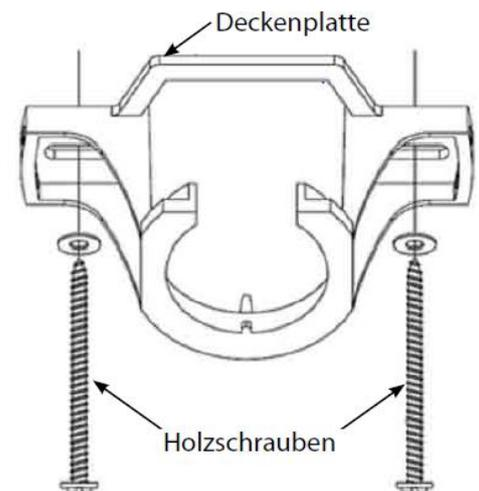

Abbildung 2
- 3) Deckenplatte (Abbildung 2) mit den mitgelieferten langen Schrauben an einem Deckenbalken befestigen. Darauf achten, dass die Schrauben mindestens 4 cm tief in der Decke verankert sind.